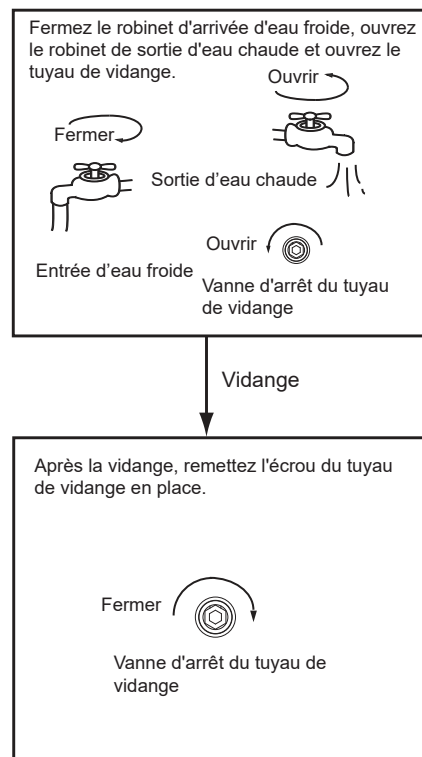

Fig. 4-2
- • Vidange : Si l'appareil doit être nettoyé, déplacé, etc., le réservoir doit être vidé. Méthode : Voir Fig. 4-2 :